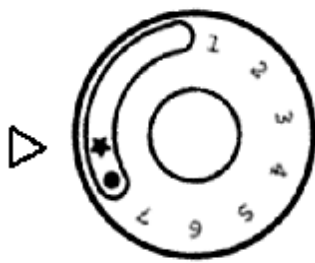

Рисунок 5
2.3. 5 Ручка управління переводиться в положення «Іскра» (рисунок 5).